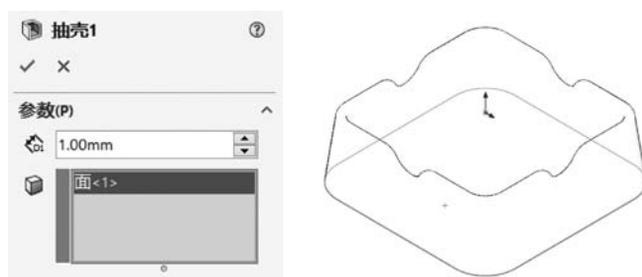

图 5-69 抽壳
- ① 在【厚度】文本框内输入 1.00mm。
- ② 激活【移除的面】列表,在图形区选择开放面,如图 5-69 所示,单击【确定】按钮,生成壳。